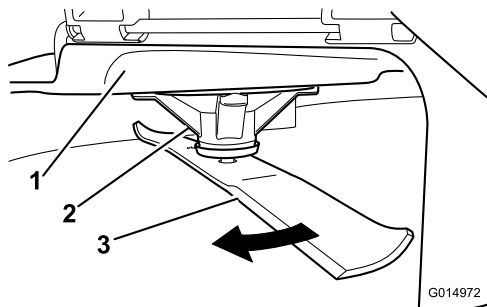

Figura 91
2. Llevando guantes fuertemente acolchados u otro tipo de protección apropiada para las manos, gire la cuchilla lentamente hasta una posición que permita medir la distancia entre el filo de corte y la superficie nivelada en la que descansa la máquina (**Figura 91**).